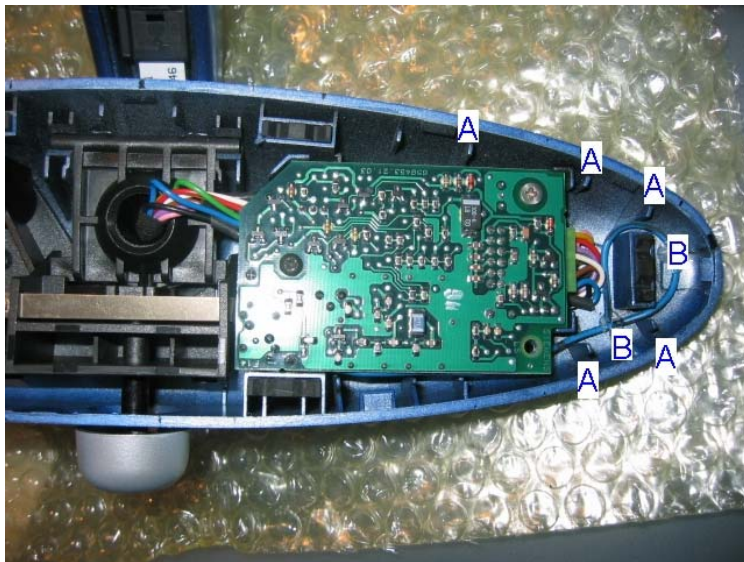

Bild 11
Hier im Bild 11 ist die Platine fertig eingebaut. Die Antenne habe ich nicht in die dafür vorgesehenen Halterungen (A) gelegt, da ich bemerkte das der Rahmenteil genau in diese Kerbe drückt und ich vermeiden möchte das die Antenne beschädigt wird. Daher habe ich die Antenne nach innen gelegt und mit 2 Heißkleberpunkten (B) gesichert.